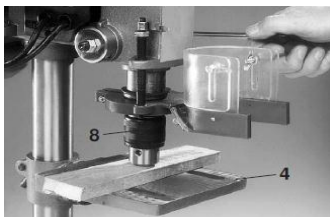

Рис.8
7.5. Установите сверлильный патрон 8 на конус шпинделя предварительно протерев конус шпинделя и внутреннюю посадочную поверхность патрона. Закрепите патрон 8 на шпинделе легким ударом через деревянный брусок, губки патрона при этом должны быть ввернуты, см.Рис.8